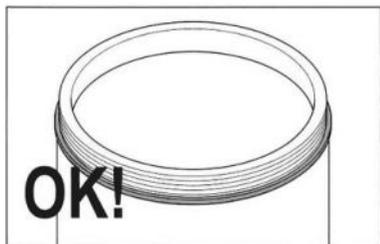

Abb. 31
1. In Abb. 31 ist eine korrekt angebrachte Dichtung gezeigt; sie liegt gleichmäßig am ganzen Rand des Behälters an.